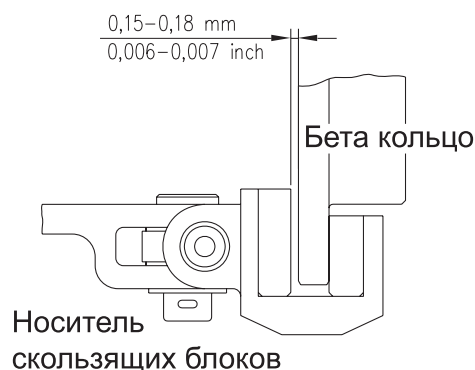

Рисунок 11-16 Зазор бета-кольца
- g) Общий зазор измерьте при установке регулятора следующим образом: Вынуть измерительный шаблон 1531-042, слегка прижать носитель скользящих блоков к одной стороне опорного кольца (Рисунок 11-16), общий зазор измерить листовыми шаблонами.
- (2) Регулировка осевого зазора блокирующего золотника регулятора элементом [37] и регулировка сопряженной связи [65]